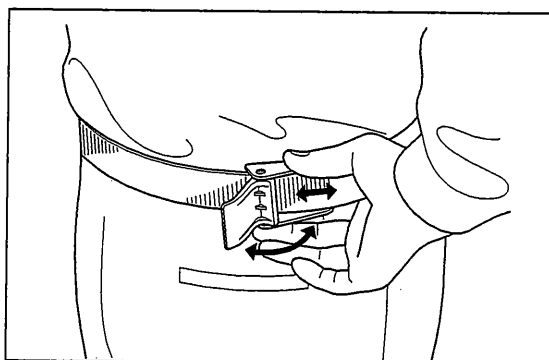

図 3.25
4. 腰ベルトを装着し、長さ調整を行います。(図 3.25 参照)